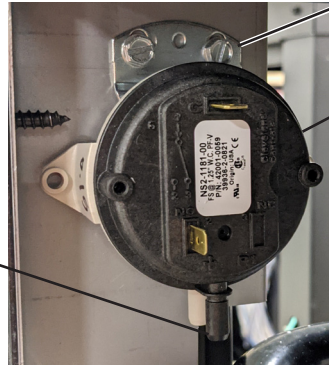

Figura 9.
11. Retire el interruptor de flujo de aire que tiene la línea roja en la etiqueta. Consulte la figura 8. Retire el soporte del interruptor de flujo de aire, conéctelo al nuevo interruptor de flujo de aire que encontrará en el kit. Coloque el soporte en el calentador y sujete las tuberías de PVC al interruptor de flujo de aire con las abrazaderas para manguera que se incluyen en el kit. Consulte la figura 9.